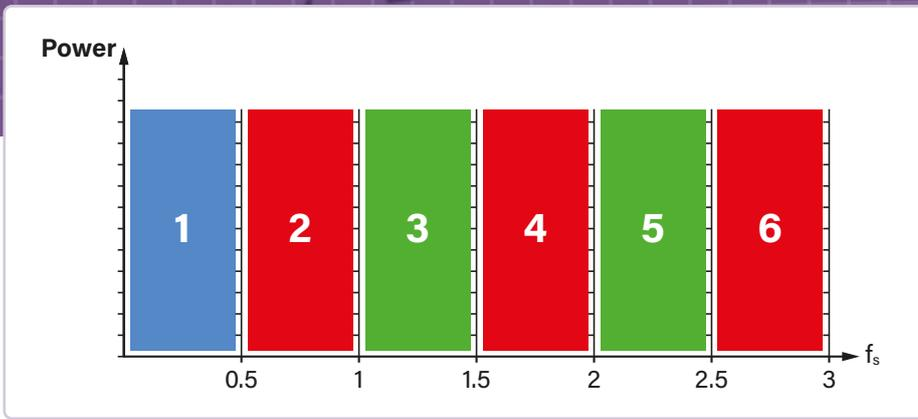

Bild 2. Nyquist-Zonen 1 - 6. Zone 1 = „normaler Bereich“, Zonen 2, 4, 6 = invertierende Bereiche, Zonen 3 und 5 = nicht-invertierende Zonen.
Den Frequenzbereich von 0 Hz (DC) bis zur Hälfte der Abtastfrequenz (f_s) bezeichnet man als Nyquist-Zone 1 (**Bild 2**). Diese Zone ist der „normale“ Arbeitsbereich für ein abtastendes System. Nyquist-Zone 2 erstreckt sich von $0,5 f_s$ bis f_s . Diese Zonen setzen sich dann im Abstand von $0,5 f_s$ theoretisch unendlich fort. Die Nyquist-Zonen mit geraden Zahlen haben eine besondere Eigenschaft: Innerhalb dieser Bereiche findet eine Invertierung des Frequenzspektrums statt.